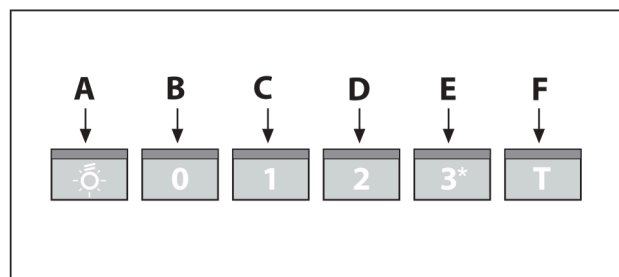

Fig.9
- **Manöverfunktioner lysande (Fig.9)** beskrivs symbolerna här nedan: